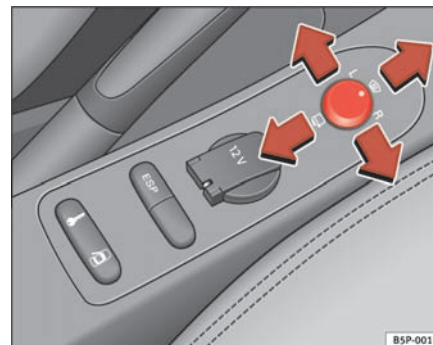

Fig. 91 Mando de los retrovisores exteriores
1. En primer lugar, gire el mando $\Rightarrow$ **página 132, fig. 91** hasta la posición **L (retrovisor izquierdo)**.
- Gire el mando hacia delante, en la posición central $\Rightarrow$ **página 132, fig. 91** , para que los retrovisores térmicos se calienten y la función de cristal parabrisas calefactable* en la zona de reposo de las escobillas, quede activada. $\Rightarrow$ **página 128**
- Gire el mando $\Rightarrow$ **página 132, fig. 91** hasta la posición  para plegar los retrovisores exteriores. Para evitar daños en el vehículo, debería plegar los retrovisores exteriores siempre que utilice un túnel de lavado automático.